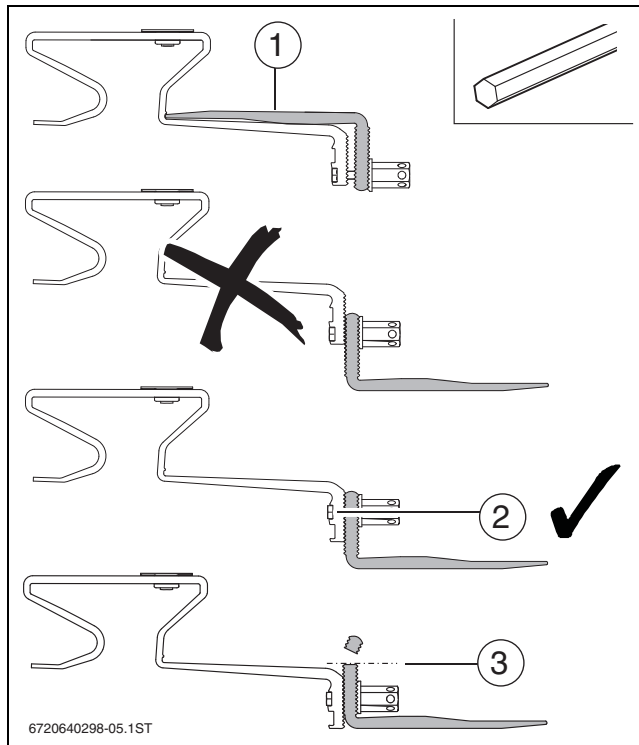

Fig. 24 Preparazione del gancio tirante di ancoraggio su travetto
- Infilare la parte inferiore del gancio da tetto nel foro superiore del gancio stesso. Non serrare ancora il dado (→ fig. 24).